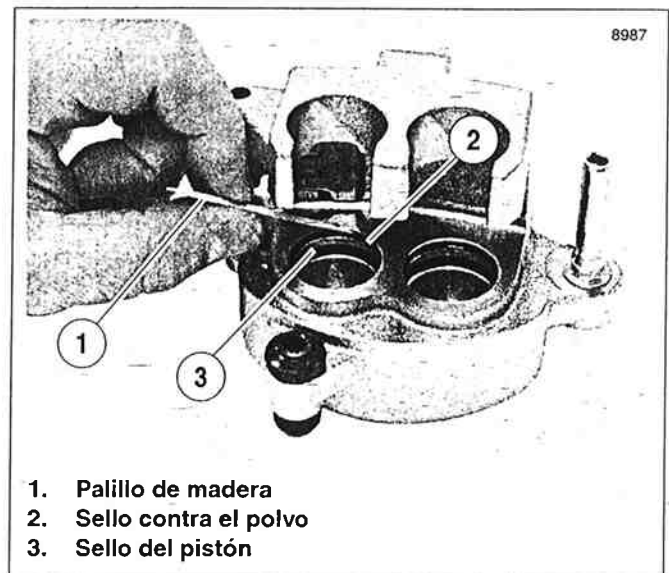

Figura 2-98. Sellos de la mordaza
9. Vea la Figura 2-98. Use un palillo de madera (1), para extraer el sello contra el polvo (2) y el sello del pistón (3) de cada diámetro interior de la mordaza. Deseche los sellos.
2. Vea la Figura 2-98. Instale un sello de pistón (3) **nuevo** y un sello contra el polvo (2) **nuevo** dentro de cada diámetro interior de pistón.